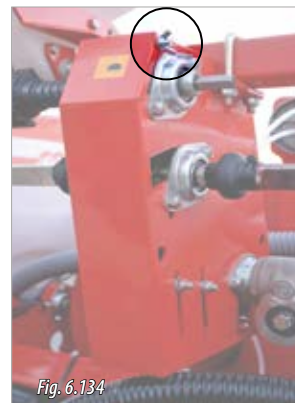

Fig. 6.134
- 1- Quitar la tuerca mariposa y el tornillo superior de la tapa de la caja de transmisión (Fig. 6.134).